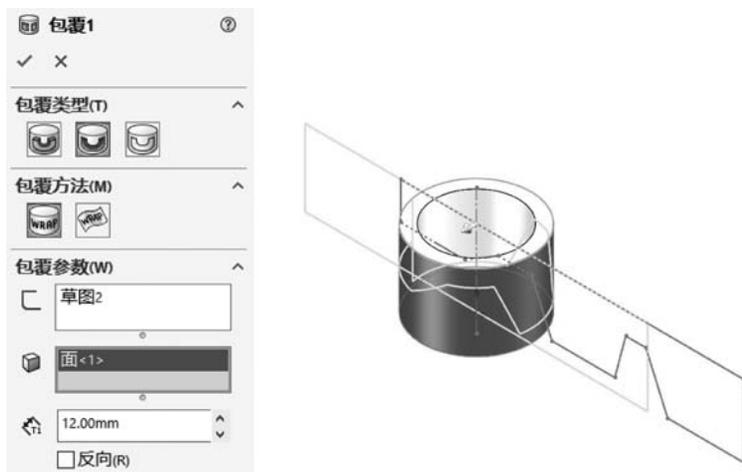

图 5-76 建立包覆特征
(2) 退出草图,在 FeatureManager 设计树中选中刚刚建立的草图后,单击【特征】选项卡上的【包覆】按钮 ,会出现【包覆】属性管理器。
- ① 在【包覆类型】组,选中【蚀雕】单选按钮 .
- ② 激活【包覆草图的面】列表,在图形区选择面。
- ③ 在【深度】文本框中输入 12.00mm,如图 5-76 所示,单击【确定】按钮 .